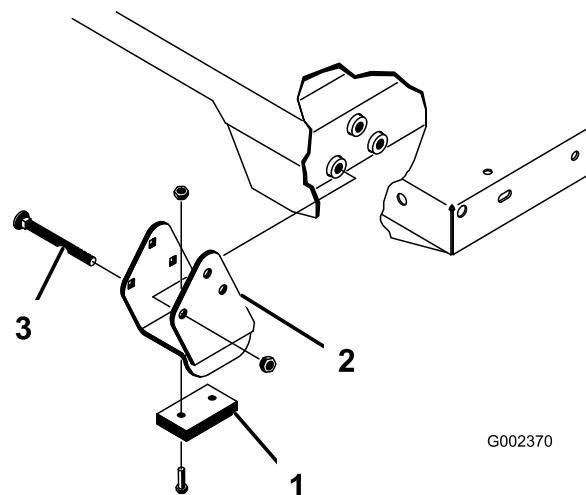

図 25
スペーサブラケットとウェアブロック(図 25)はキャリッジボルトで固定しますが、このボルトは必ず頭を車両の内側に向けてください。
2. 荷台を慎重に車両フレームの上に載せる 後部にある荷台のピボットプレートの穴とリアフレームチャンネル鋼材の穴を揃えて、クレビスピンとリンチピン各2個を取り付ける 図 25。
4. クレビスピンは荷台の外側から差し込み、リンチピンが荷台の外側に向くようにする 図 25)。